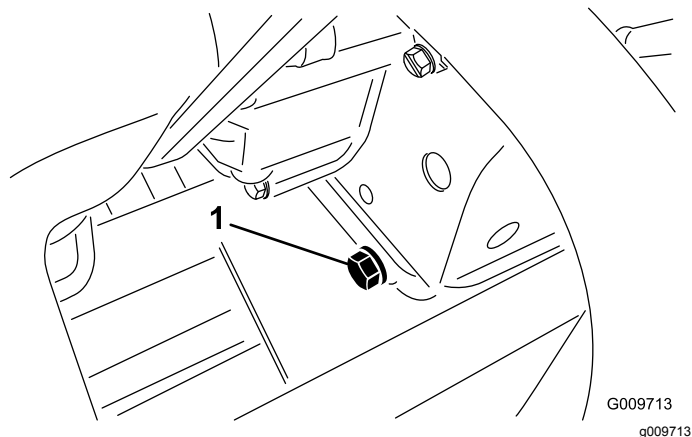

図 36
1. ドレンプラグ図 36を外してオイルを容器に受ける。オイルが抜けたらドレンプラグを取り付ける。